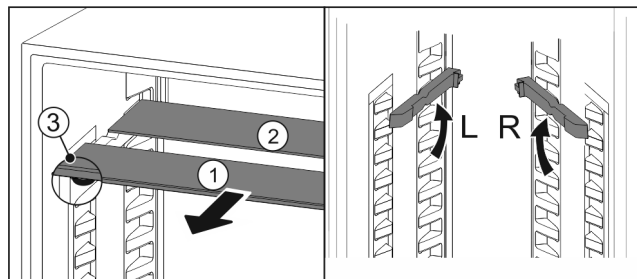

Fig. 105
- Tõmmake Fig. 105 (1) klaasplaadid üksikult ettepoole välja.
- ▷ Iluliist klaasplaat Fig. 105 (1) asub ees.
- ▷ Pidurid Fig. 105 (3) on suunatud allapoole.